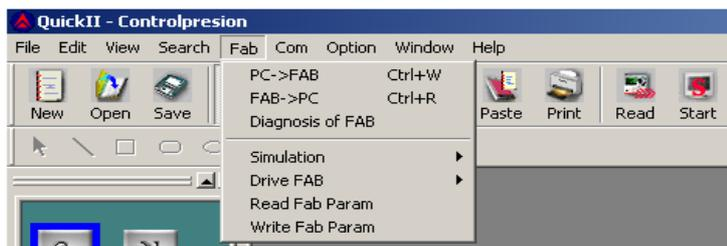

Figura. 6.35. Opción Fab en la barra de Menús
7. Localizar la opción Fab en la barra de Menús como se indica en la figura 6.35: